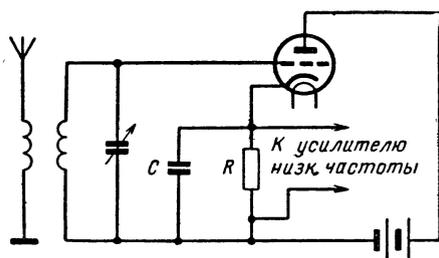

Рис. VI.69. Схема катодного детектора.
**Катодный детектор.** Иногда применяют катодный детектор (рис. VI.69). Сопротивление его нагрузки  $R$  включено в цепь катода лампы. Конденсатор  $C$  имеет небольшую емкость и служит для сглаживания пульсаций тока высокой частоты. Такой детектор не усиливает, а несколько ослабляет сигнал. Зато он позволяет осуществлять детектирование сильных сигналов с малыми искажениями.